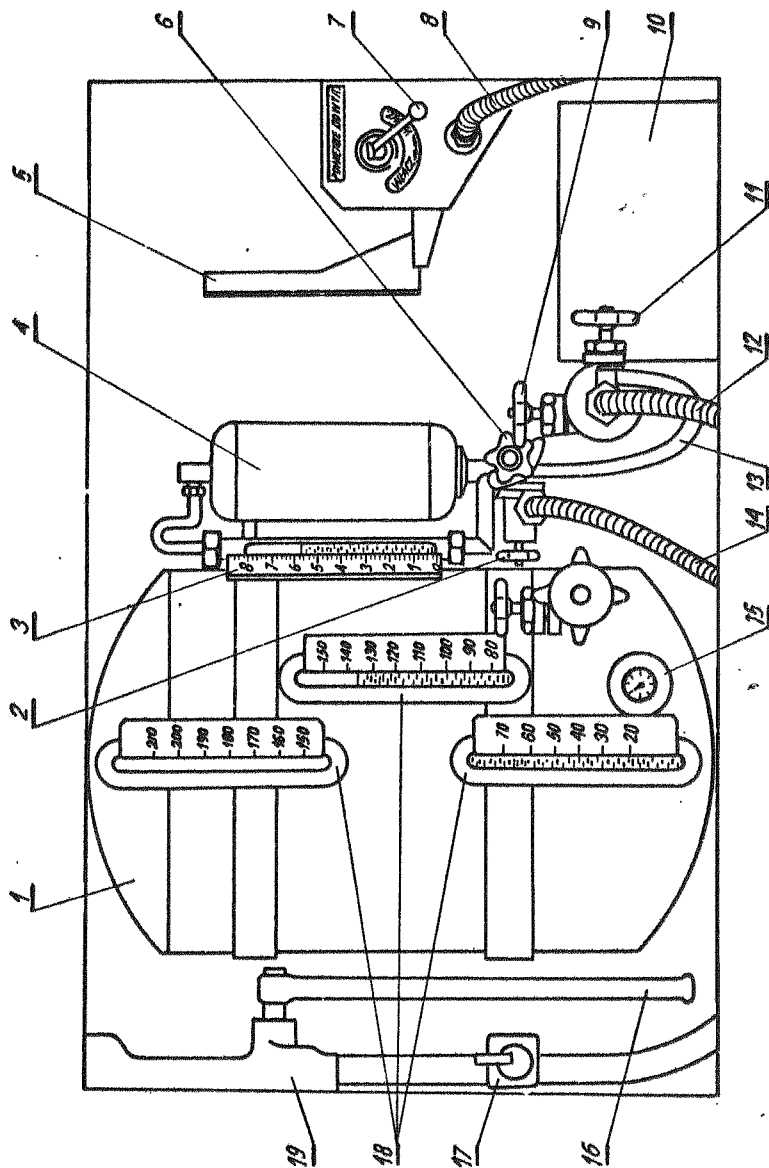

Rys. 75. Tablica sterownicza układu pneumatycznego dystrybutora 9G28M:
- sprawdzić położenie rękojeści 5 /rys. 75 lub 76/ zaworu ZAWORY BEZPIECZEŃSTWA. Rękojeść zaworu powinna być w położeniu POWIETRZE DO ZBIORNICZKÓW I WYROBU;